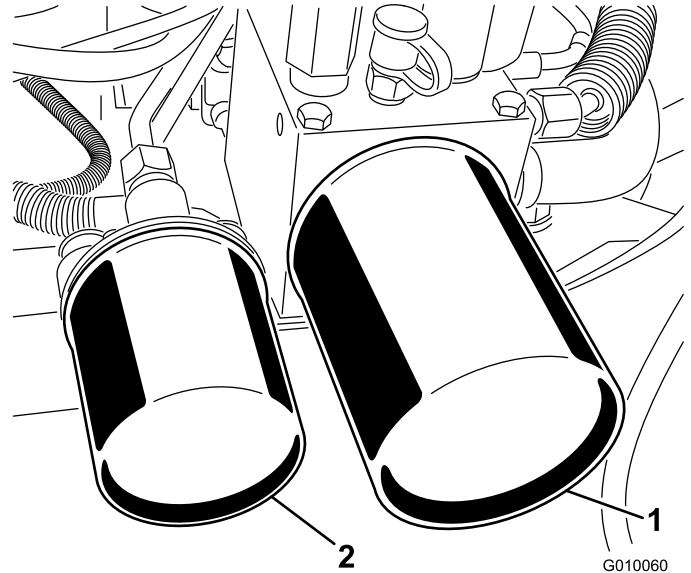

Figura 60
2. Coloque un recipiente bajo los filtros, retire los filtros usados y limpie con un paño la superficie de la junta del adaptador del filtro (Figura 60).